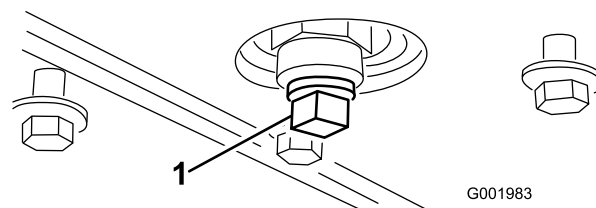

Figura 49
5. Togliete il tappo di spurgo. (Figura 49).